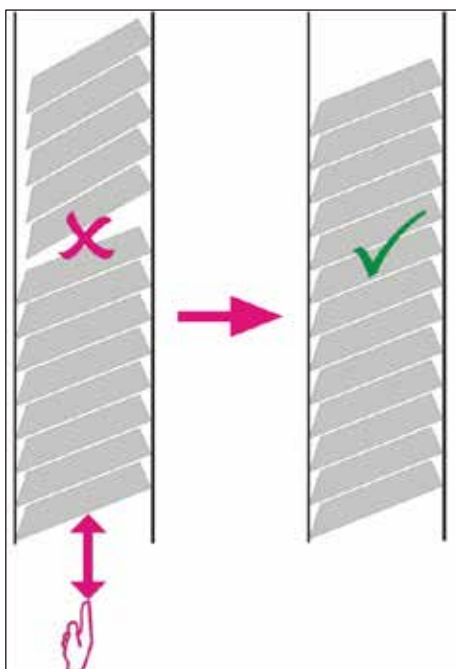

図 29
✓ カセットがマガジン内に正しく位置するはず (→ "図 29")。
- テープで固定されたカセットを使用する場合は、新しく挿入されたスタックが以前に装填されたカセットと完全に整列していることを確認してください(→ "図 29")。